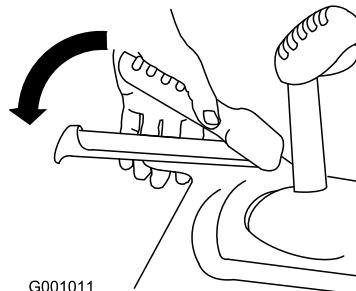

Рисунок 20
- Прижмите левый рычаг (тяги) к рукоятке (Рисунок 20).
6. Прижмите левый рычаг (тяги) к рукоятке (Рисунок 20).